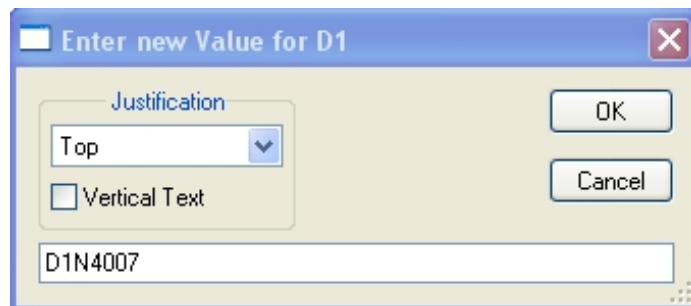

Figura 2: Añadiendo el nombre del modelo al diodo D1.
2. Añada un diodo al esquema. Verá que en la parte superior del diodo aparece el nombre del diodo que será por defecto **D1**. En la parte inferior del diodo aparece el nombre del modelo, que por defecto es **D**, ya que aún no tiene asignado ningún modelo. Sitúe el puntero del ratón sobre esta última **D** y pulse el botón derecho. Escriba el nombre del modelo en el cuadro de diálogos que aparece, tal y como se presenta en la Figura 2. Pulse **OK** y ya tiene el diodo **D1** con el modelo **D1N4007** asignado. Sólo queda añadir el resto de elementos y simular.